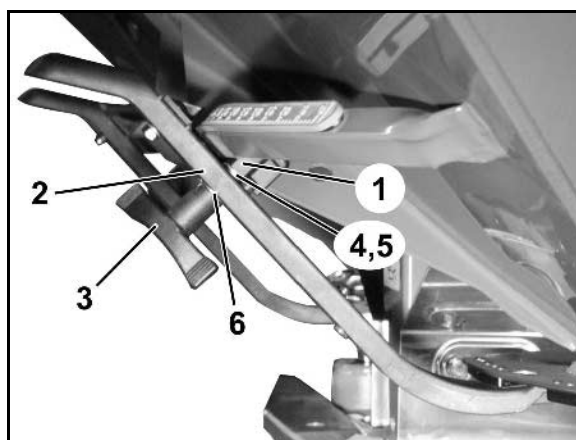

Fig. 15
6. Reglați dispozitivul de prindere (Fig. 15/1) pentru pârghia de reglare (Fig. 15/2), după cum urmează:
7. Deșurubați piulița-fluture (Fig. 15/3).
8. Scoateți șurubul și modificați poziția celor două șaibe suport (Fig. 15/4) din spate (Fig. 15/5) în față (Fig. 15/6).